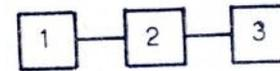

Рис. 3.
6.3.1. Подключите приборы согласно рис. 3.